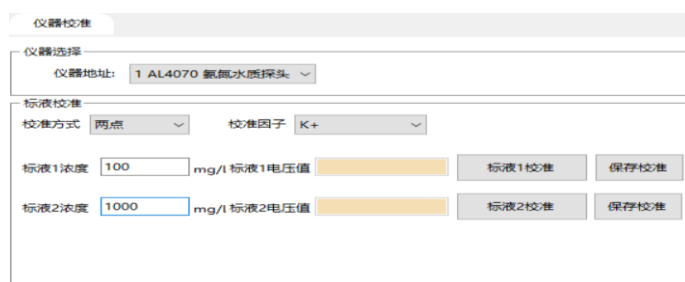

图 3-5 仪器校准（K⁺的校准）
- 2) 打开“仪器校准”界面，如图 3-5 所示， 仪器连接校准因子选择“K⁺”，校准方式选择“两点校准”